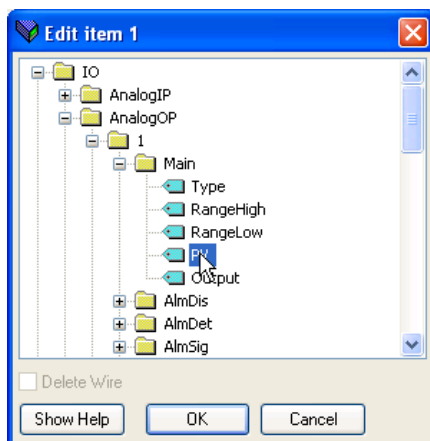

Abbildung 144 Parameter-Browser
4. Für die gewählte Zeile (hier 1) öffnet sich ein Parameter-Browserfenster (Abbildung 144), aus dem Sie einen Parameter auswählen können.